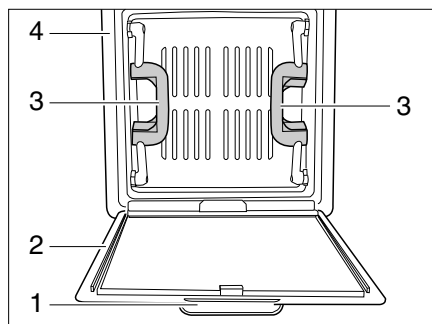

Bild 63 Dachhaube mit Schnappverschluss (Variante 2)
- Den Insektenschutz (Bild 63,2) am Griff (Bild 63,1) nach unten ziehen. Der Insektenschutz klappt nach unten.
- Die Dachhaube an beiden Griffen (Bild 63,3) nach oben drücken.
- Den Insektenschutz nach oben klappen und am Rahmen (Bild 63,4) einrasten.
- Die Dachhaube an beiden Griffen (Bild 63,3) kräftig nach unten ziehen.